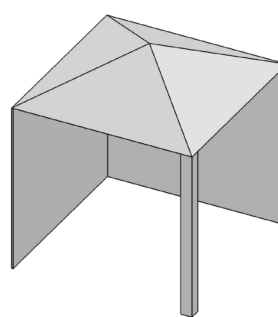
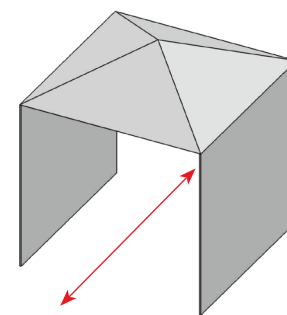

Рис. 2
Рис. 3
- » Бічні стіни можуть бути паралельними, як у проході, або під прямим кутом одна до одної. (Рис. 2 & Рис. 3)